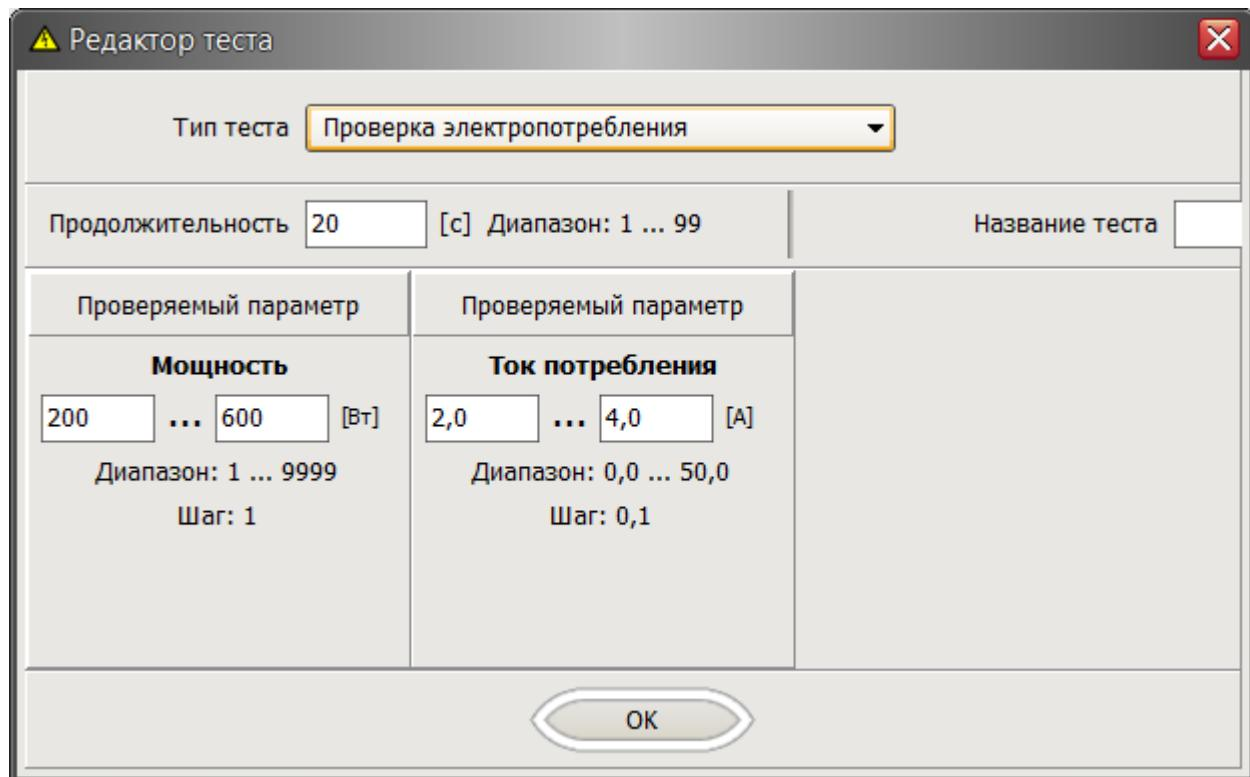

Рисунок 16 – Настройка параметров теста «Проверка электропотребления»
20. Для теста «Проверка электропотребления» задать следующие параметры (рисунок 16):